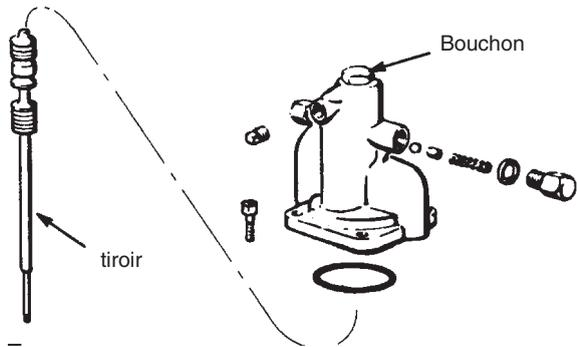

Fig. 7
5. **Si la pompe cale au point mort haut,** laisser retomber la pression de produit, retirer le bouchon situé au sommet du moteur hydraulique, et pousser à fond le tiroir vers le bas. Voir Fig. 7. Remettre en place le bouchon, et redémarrer le pulvérisateur.